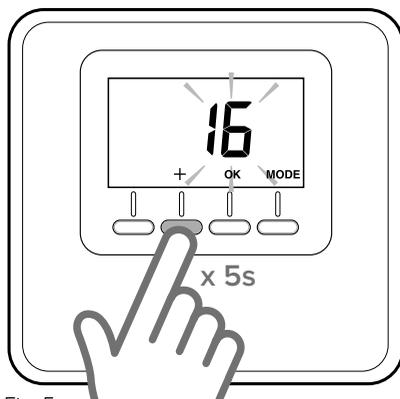

Fig. 5
- Pulsar la tecla “+” en el sensor ambiente (Fig. 5) 5 segundos. El display alterna la visualización de la versión del software con el índice de modificación.